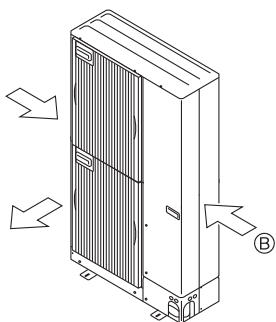

Fig. 2-17
② По возможности разместите прибор так, чтобы воздух из выходного отверстия выдувался в направлении, перпендикулярном к сезонному направлению ветра. (Fig. 2-17)